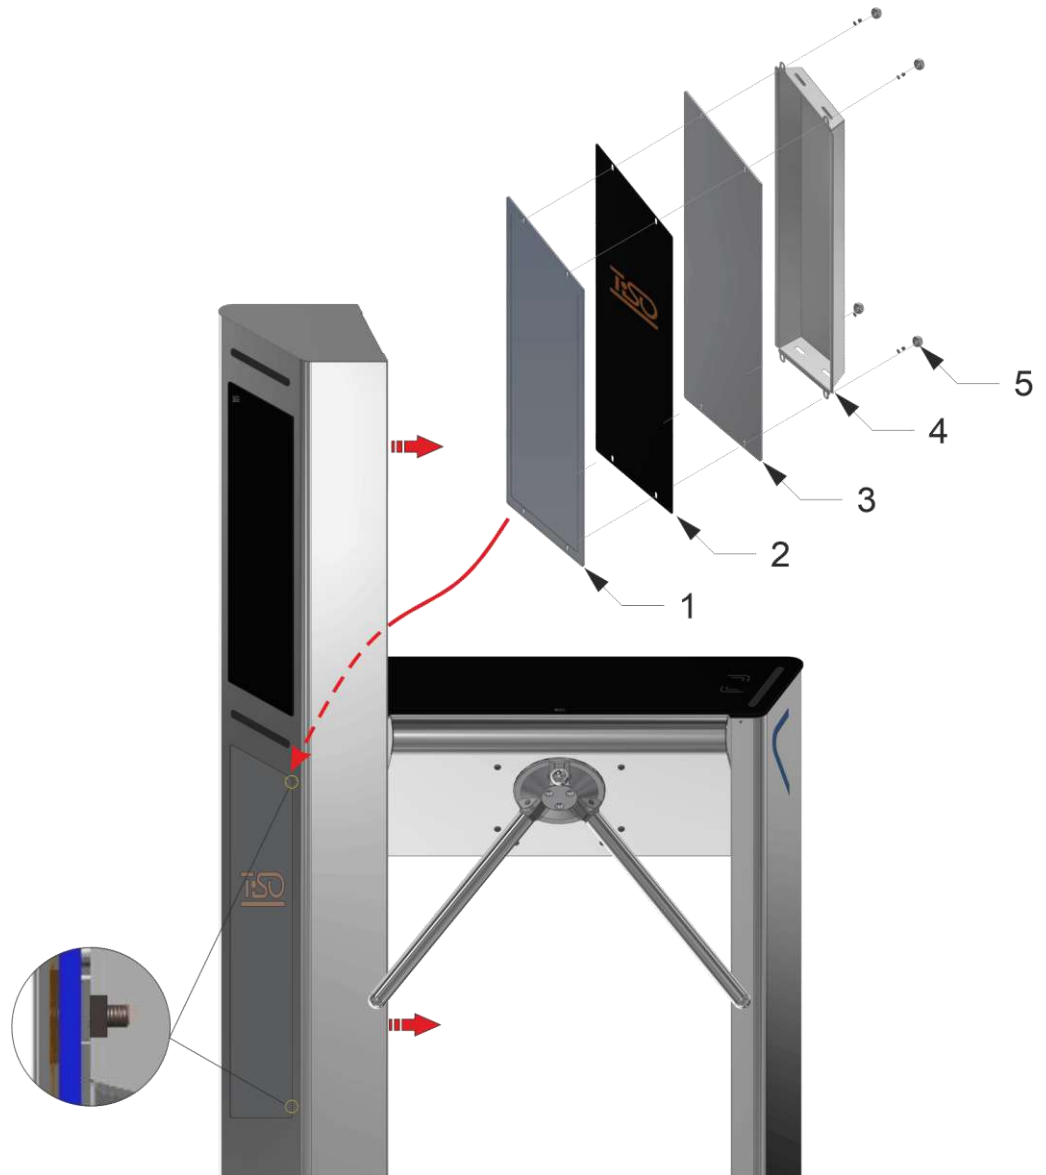

Рис. 17 – Встановлення та розміщення реклами на лайтбоксі
а) Вручну розкласти планки (2) ступиці (1)(див. рис.17).
(див.рис.17):